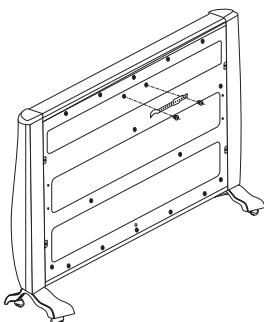

Figura 3
3. Instalați mânerul furnizat pe partea din spate a aparatului înșurubând cele două șuruburi așa cum este arătat (Figura 3) cu 2 șuruburi 4*14 se fixează în deschiderea respectivă.